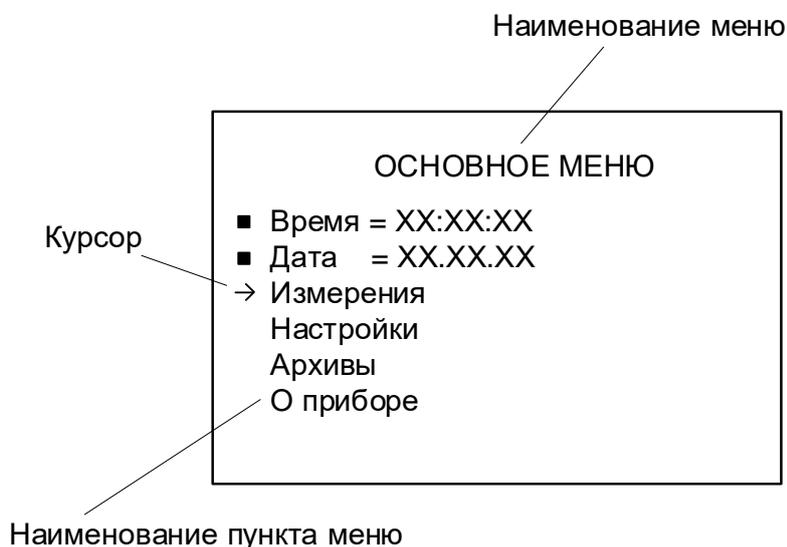

Рис.5. Вид основного меню расходомера.
3.1.2. Окно индикации меню (рис. 5) содержит: